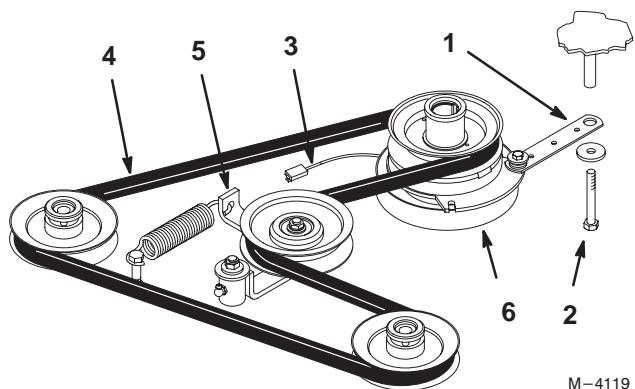

Figure 52
2. Retirer le boulon de la fourchette d'embrayage et débrancher le fil électrique d'embrayage (Fig. 52).
3. Ecartez le galet tendeur tendu par un ressort, et dégagerez la courroie de traction des poulies du moteur et des pompes hydrauliques (Fig. 52).
4. Monter une courroie neuve sur les poulies du moteur et des pompes hydrauliques (Fig. 52).
5. Ecartez le tendeur à ressort pour mettre la courroie en place, puis le laisser revenir (Fig. 52).